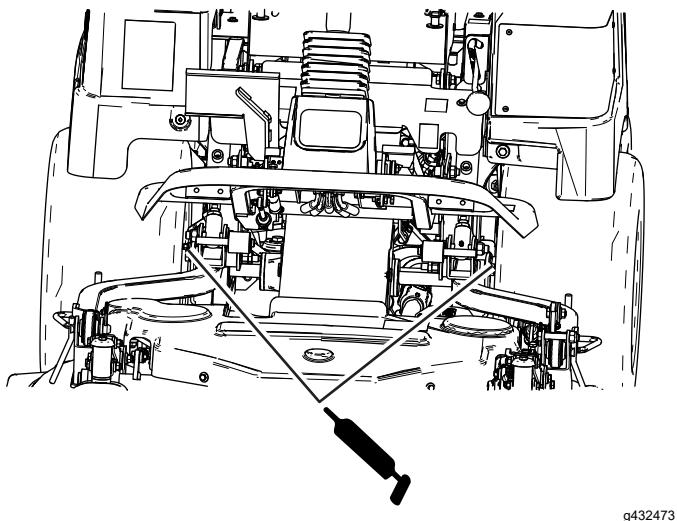

Figura 43
- Cojinetes de las ruedas delanteras (Figura 43)